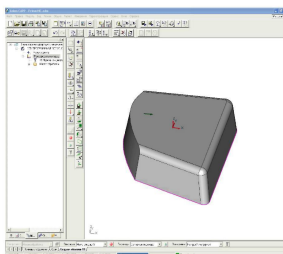

Рис. 3.19
6. Из дополнительного меню выберите **Грань**, укажите верхнюю грань элемента и нажмите среднюю кнопку мыши или клавишу <ESC> (рис. 3.19).